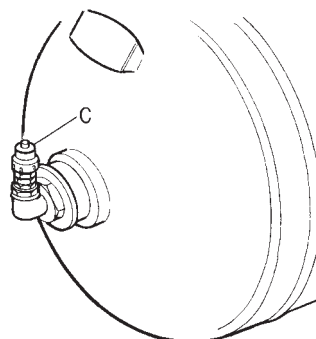

fig. 11
■ L'électrocompresseur est équipé d'une vanne de sécurité calibrée à une pression supérieure à la pression maximum de fonctionnement, déterminée par le pressostat; cette vanne s'enclenche au cas où le pressostat ne fonctionne pas correctement et ouvre un dispositif d'échappement pour l'air excédentaire (figure 11).
Contrôler le fonctionnement de cette vanne toutes les 2000 heures. Arrêtez le compresseur lorsqu'il atteint une pression de 6 ou 7 bar et tirer avec force la bague de la vanne de sécurité C sans s'approcher trop du visage. De l'air sous pression sera déchargée. Si, en relâchant la bague, la vanne se referme sans faire sortir de l'air, ce composant est tout à fait efficace (figure 11). Dans le cas contraire adressez-vous à un technicien spécialisé pour le remplacement.